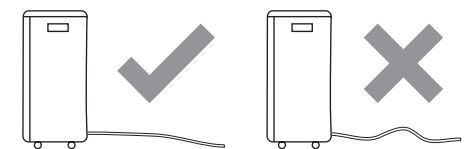

Рис. 25
- ☑ Убедитесь в том, что высота дренажного шланга или любой его части не находится выше уровня сливного отверстия кондиционера (см. рис. 25). В этом случае полностью опорожнить резервуар для конденсата не удастся.